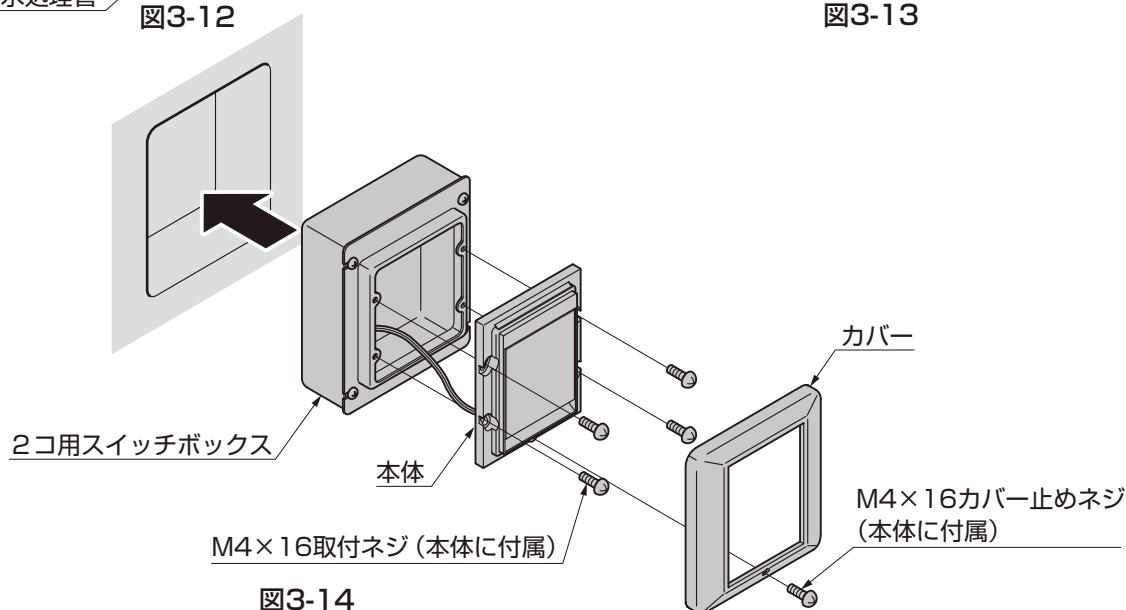

図3-14
④ 接続後、2コ用スイッチボックスに「M4×16取付ネジ」で本体を固定してください。(図3-14参照)
⑤ カバーを本体の上部に引っ掛けるようにして取付け、カバー止めネジで取付けてください。(図3-14参照)